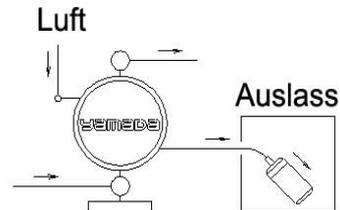

Fig. 3.2
- \* Die Abluft muss nach außen geleitet werden und nicht in die Flüssigkeit. Zur Information über die Ableitung der verpumpten Flüssigkeit siehe: Ableiten der Flüssigkeit und Fig. 3.2.